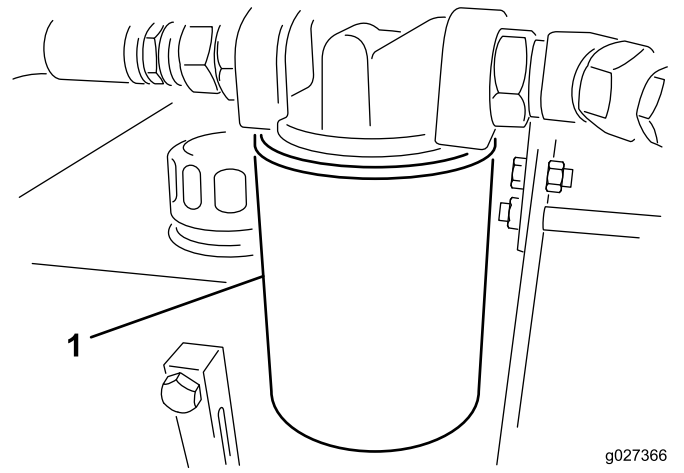

Figura 13
- Coloque un recipiente debajo del filtro y retire el filtro (Figura 13).